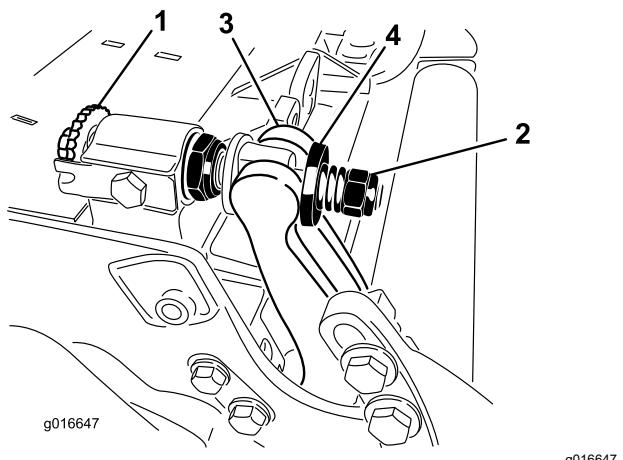

図 34
1. ベッドバー調整ねじを左に回して下刃とリールの接触を完全にななくす図 34。
2. スプリングテンションナットをゆるめて、ワッシャーがベッドバーを全く押さないようにする図 34。